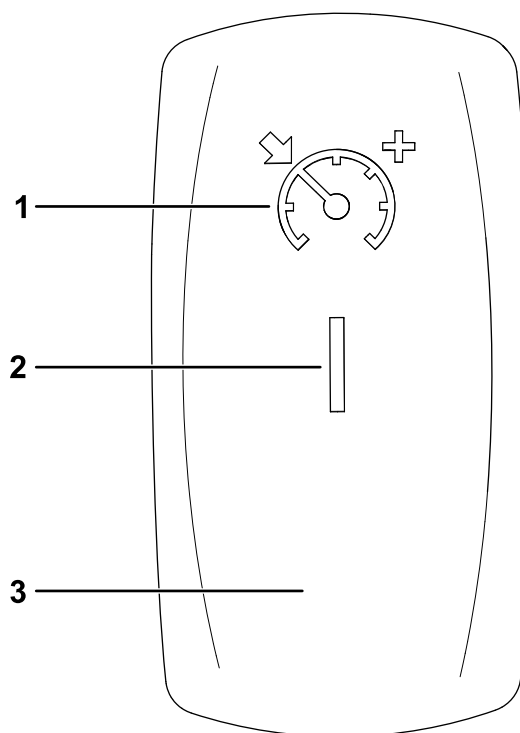

Figure 71
1. Placez la commande du régulateur de vitesse à la position ACTIVÉE (Figure 71).
2. Lorsque vous roulez à la vitesse souhaitée, appuyez sur le haut de la commande du régulateur de vitesse pour activer/programmer le régulateur de vitesse (Figure 71).
Pour augmenter la vitesse programmée sur le régulateur de vitesse, appuyez sur le haut de la commande jusqu'à ce que la vitesse voulue soit atteinte (Figure 71).
Pour désactiver le régulateur de vitesse, appuyez sur le bas de la commande (position DÉSACTIVÉE) (Figure 71).